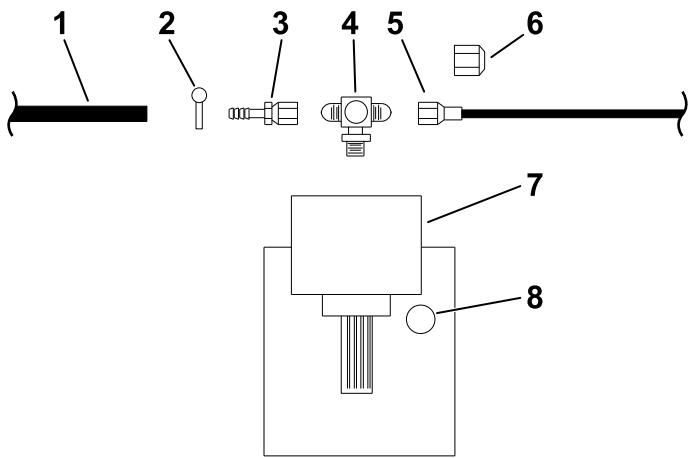

Рисунок 19
- Установите тройник на механизм отбора мощности (PTO) автомобиля (Рисунок 19).
- Наденьте шланговый хомут на шланг возврата от фильтра (Рисунок 19).
- Вставьте штуцер типа «елочки» (№ по каталогу 01-201-4500) в шланг возврата от фильтра (Рисунок 19).
- Используйте шланговый хомут, чтобы закрепить штуцер типа «елочки» (№ по каталогу 01-201-4500) на шланге возврата от фильтра (Рисунок 19).
- Подсоедините гидравлический шланг (№ по каталогу 01-312-5610) к тройнику (№ по каталогу 01-201-4510), как показано на Рисунок 19.